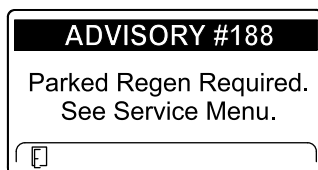

Рисунок 19
- Требуется стационарная регенерация ИНФОРМАЦИОННОЕ СООБЩЕНИЕ № 188 (Рисунок 19)